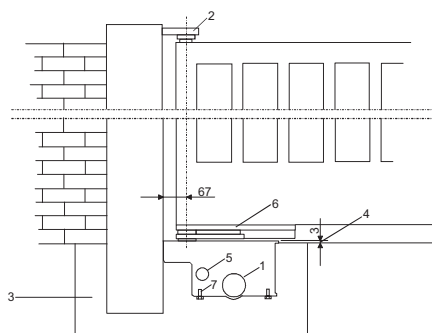

Рисунок 3
- Выкопать котлован соответствующих размеров под фундамент в месте установки привода (рисунок 3).
- Сделать дренаж (рисунок 3, позиция 1).
- Монтажное основание FROG-B упрощает и ускоряет монтаж системы; установите монтажное основание в подготовленный для него котлован и произведите выравнивание оси его рычага с осью верхней петли ворот (рисунок 3, позиция 2).
**ВНИМАНИЕ! Не допускается проводить сварку рядом с отверстиями с резьбой (рисунок 3, позиция 6).**